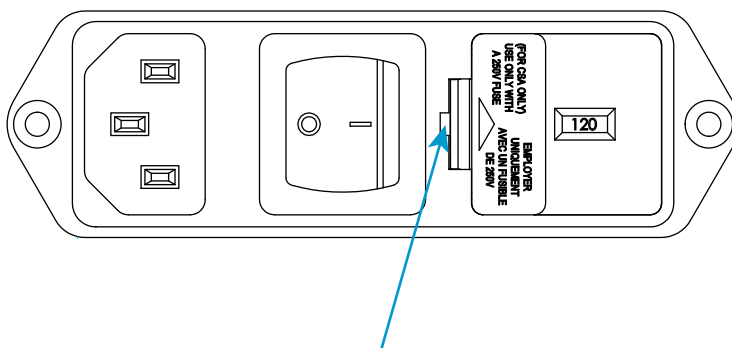

Figura 5. Extracción del portafusibles haciendo palanca
1. Asegúrese de que el interruptor de energía esté desconectado (0) y desenchufe el cable de alimentación del suministro de energía. Compruebe que no haya ningún LED iluminado en el panel de control del bastidor.
2. Inserte un destornillador de cabeza plana pequeño en la ranura indicada en la Figura 5 en la página 42 y haga palanca para extraer el portafusibles.